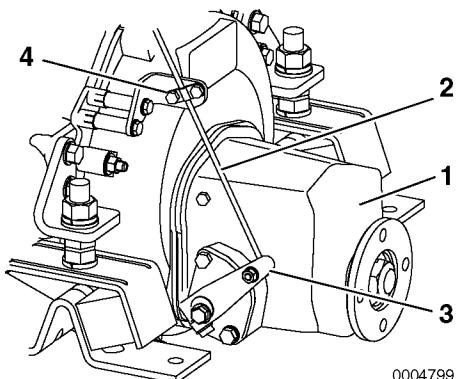

Figura 5
1. Verifique que a alavanca de controlo (**Figura 5, (3)**) se move para a posição correcta quando o cabo de controlo remoto é movido para as posições NEUTRA, MARCHA-À-FRENTE e MARCHA-À-RÉ.
2. Utilize a posição NEUTRO como o padrão para o ajuste. Quando existe um desvio, desaperte o suporte (**Figura 5, (4)**) do cabo de controlo remoto no lado da engrenagem e ajuste.